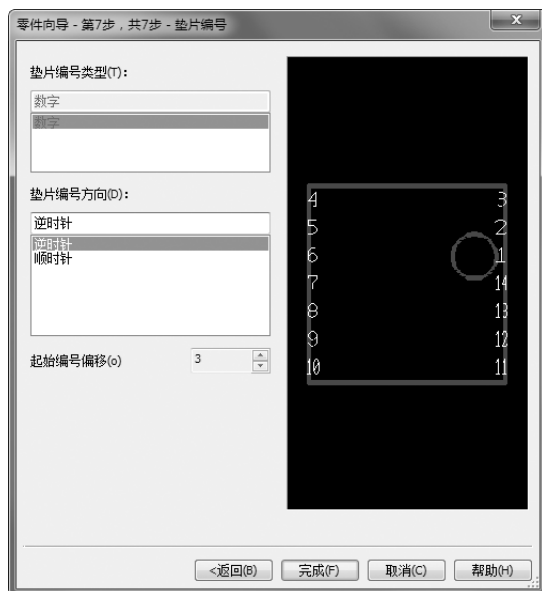

图 14-50 焊盘起始位置和命名方向设置界面
6) 单击“下一步”按钮，进入垫片编号和方向设置界面，如图 14-50 所示。